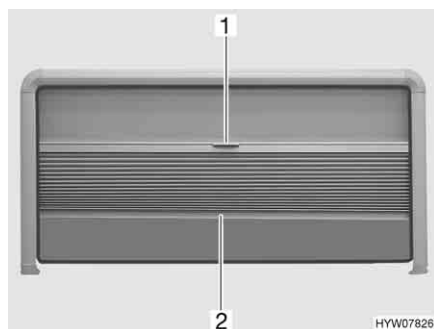

Fig. 52 Tendina oscurante pieghevole e zanzariera a rullo (finestra apribile)
- Afferrare la tendina oscurante pieghevole al centro dell'asta di chiusura (Fig. 52,2) e tirare delicatamente verso il basso.
- Tenere la parte centrale dell'asta di chiusura (Fig. 52,2) della tendina oscurante pieghevole e spingere quest'ultima verso l'alto con cautela.
- Tirare la zanzariera a rullo verso il basso utilizzando la maniglia (Fig. 52,1).
- Spingere la zanzariera a rullo completamente verso l'alto utilizzando la maniglia (Fig. 52,1).